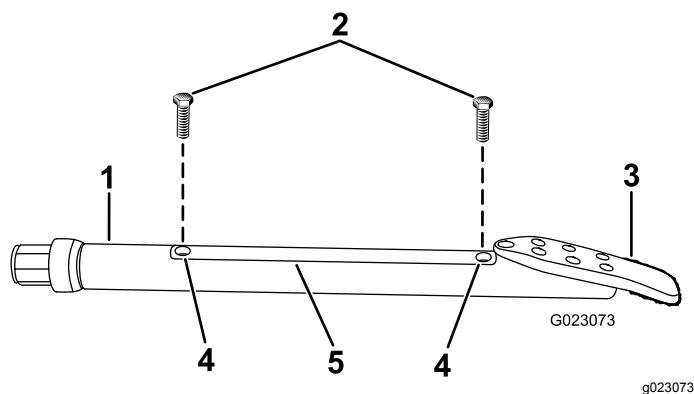

Рисунок 58
2. Ослабьте винты крепления крышки корпуса и снимите крышку (Рисунок 58).
- Установите крышку корпуса и закрепите ее винтами (Рисунок 58).